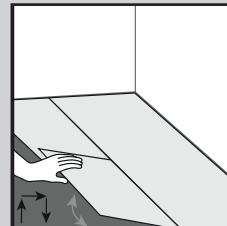
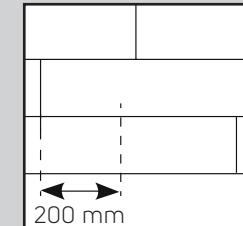
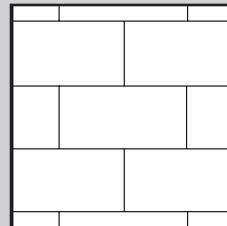

Fig. 3
Fig. 3a
Fig. 3b
4. Begin aan de tweede rij. Houd de plank in een hoek van circa 30° en klik de messingzijde in de groef van de eerste rij. Tik de plank/tegel stevig aan. Leg de volgende plank/tegel door de messingzijde en groef langs de lange kant in elkaar te duwen (Fig. 3). De tegels en planken moeten in een baksteenpatroon worden gelegd zodat de vier hoeken nooit op hetzelfde punt samenkommen. (Fig. 3a en Fig. 3b)